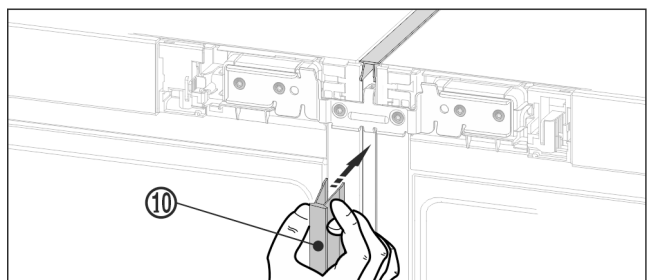

Fig. 20
- Auf der Vorderseite die lange Abdeckleiste Fig. 20 (10) in den vertikalen Spalt drücken. Darauf achten, dass die Leiste auf dem Verbindungsblech aufsteht.